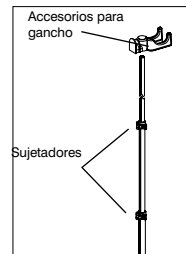

Figura 2
4. Extienda por completo el poste telescópico. Para eso, abra los 3 sujetadores en el poste y jale el poste hacia arriba (Figura 2). Después de extender el poste, vuelva a cerrar los sujetadores. Asegúrese de que el poste esté firmemente colocado en su lugar y que no se le pueda empujar hacia abajo.